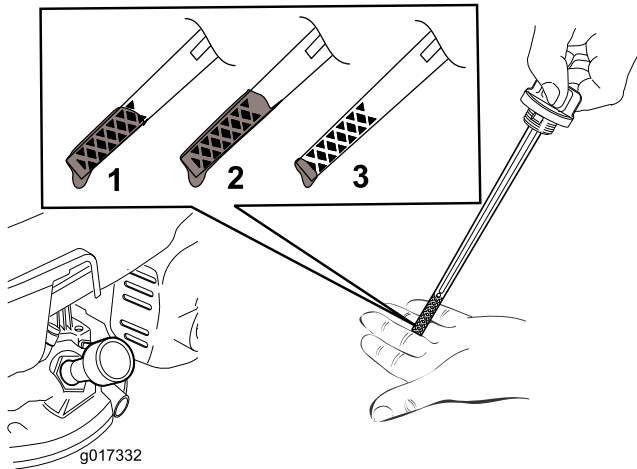

图 7
2. 逆时针旋转并拉出量油尺盖取出量油尺图 7。
7. 查看量油尺上的油位图 7。